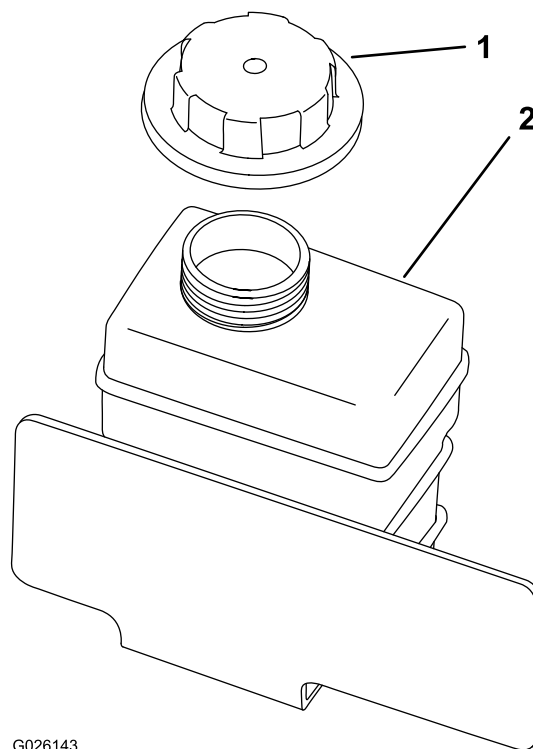

Figura 53
4. Retire el tapón del depósito auxiliar (Figura 53).
8. Llene lentamente el depósito auxiliar de refrigerante hasta que el nivel llegue al borde inferior del cuello de llenado (Figura 53).
9. Instale el tapón del depósito auxiliar (Figura 53).